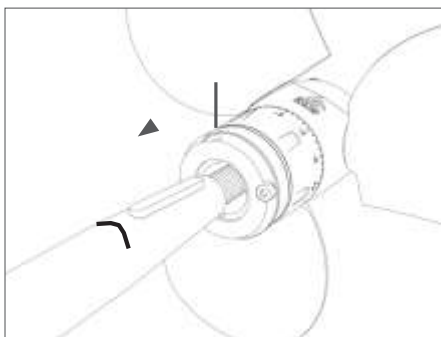

FIG. 13 Insérer l'hélice sur l'arbre avec la clavette
- Introduire le groupe complet de l'hélice sur l'arbre d'hélice (**Fig. 13**) et le maintenir dans cette position avant de le fixer.